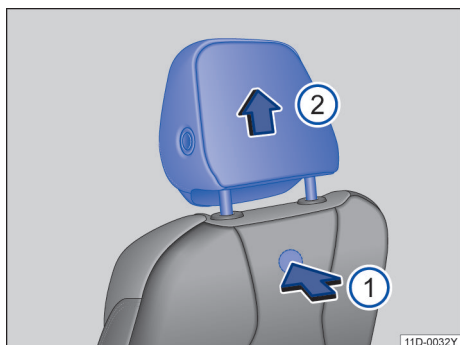

图 67 拆卸和安装前排头枕
- 按压隐藏在座椅靠背内的按钮 → 图 67 ①，沿箭头方向 ② 将头枕完全拔出。